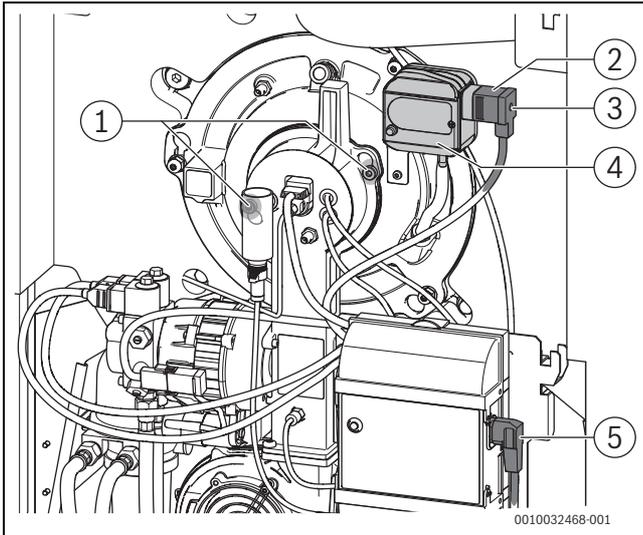

Bild 64 Befestigungsschrauben Brenner lösen
- ▶ Netzstecker (→ Bild 64), BUS-Leitung und Anschlusskabel Kesseltemperaturfühler (→ Kapitel 13.3.2, Seite 59) am Feuerungsautomaten abziehen.
- ▶ Sicherungsschraube [3] am Anschlussstecker [2] des Druckwächters [4] lösen und Anschlussstecker abziehen (→ Bild 64, Seite 37).